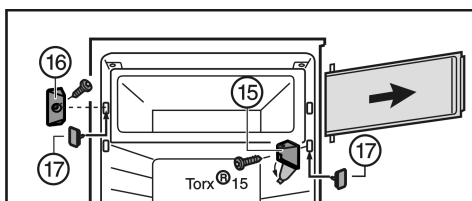

Fig. 7
- Ouvrir le cache du support d'appui Fig. 7 (15).
- Dévisser le support d'appui Fig. 7 (15) avec la porte du compartiment.
- Dévisser l'élément de fermeture Fig. 7 (16).
- Boucher les trous à l'aide des bouchons Fig. 7 (17) joints.